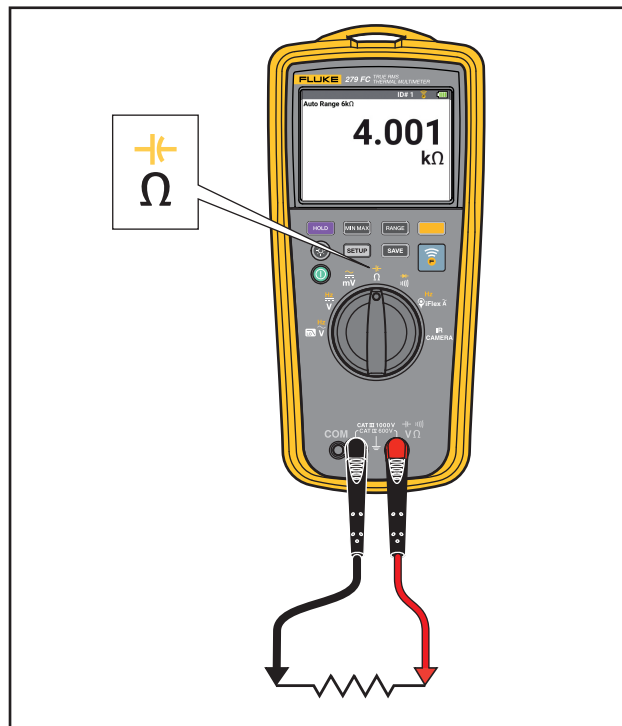

Figura 7. Mediciones de resistencia
- Mediciones de resistencia. Consulte la Figura 7.
El Multímetro envía una pequeña corriente a través del circuito para las mediciones de resistencia. Debido a que la corriente fluye a través de todos los caminos posibles entre las sondas, la resistencia medida representa la resistencia total de todos los caminos entre dichas sondas. Consulte la Figura 7.